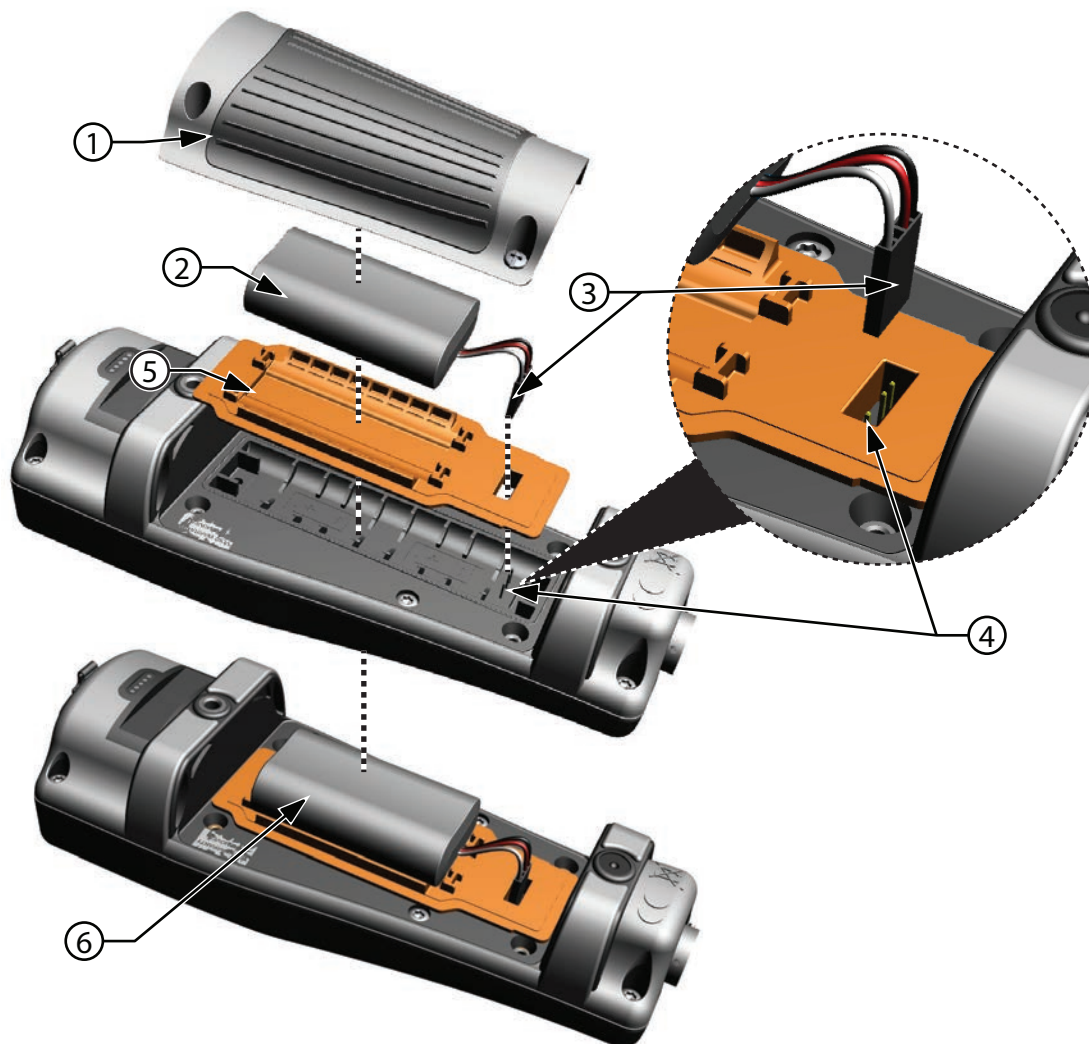

Figura 2 Sostituzione della batteria
1. Rimuovere il coperchio della batteria svitando (in senso antiorario) le quattro viti con un cacciavite piatto o Phillips (Figura 2 a pagina 7).